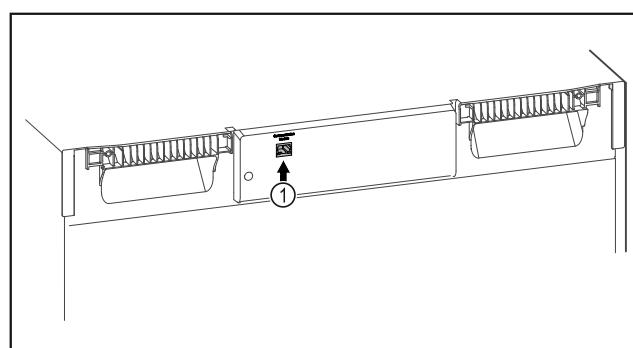

Fig. 110
- Το SmartModule Fig. 110 (1) χρησιμοποιείται.